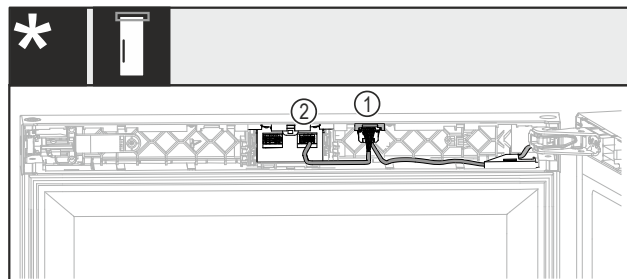

Fig. 31 Zonder slot of met mechanisch slot
- Stekker met beide kabels Fig. 31 (1) in de geleiding schuiven.
- Stekker met een kabel Fig. 31 (2) in een recht nest vastklikken.